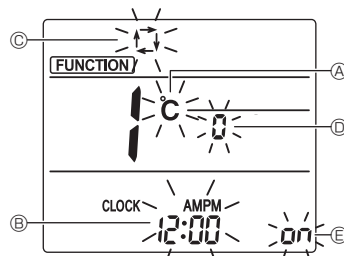

Fig. 6-10
| Point de réglage     | Réglage   | Fig. 6-10 |
3. Vérifiez que la fonction n° "1" est affichée puis appuyez sur la touche [ SET ] ③. L'écran de réglage de l'affichage s'affiche. (Fig. 6-10)